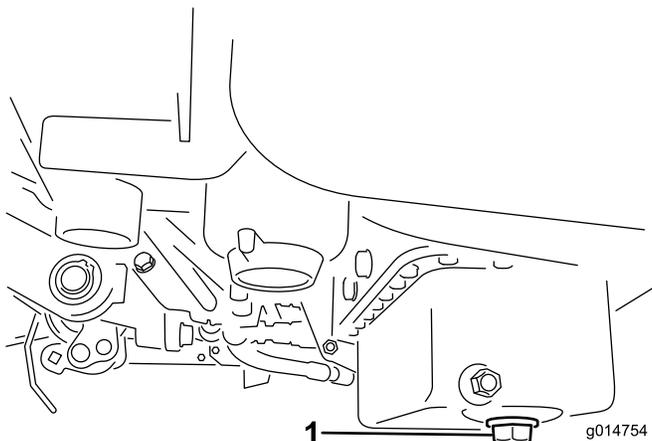

図 45
1. ドレン・プラグを外してオイルを容器に受ける。オイルが抜けたらドレン・プラグを取り付ける（図 45）。